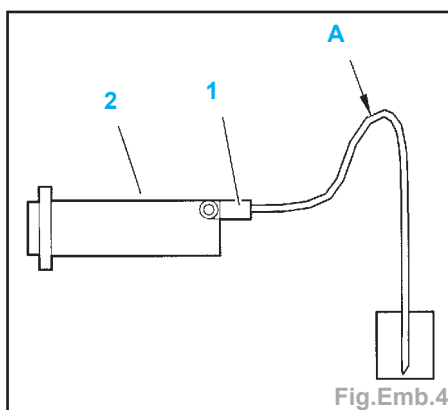

Fig.Emb.4
- Accoupler un tuyau transparent sur la vis de purge (1) (Fig.Emb.4).
- Plonger l'extrémité du tube transparent dans un récipient contenant du liquide de frein, situé plus bas que le cylindre récepteur d'embrayage (2).